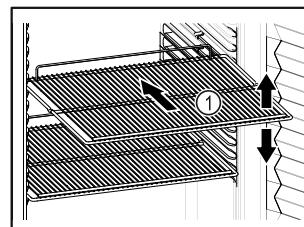

Fig. 61 Representación a modo de ejemplo
- Si los estantes de rejilla Fig. 61 (1) se pueden colocar en distintas posiciones, ajustarlos en altura.